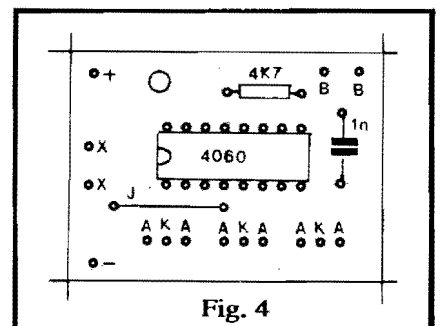

Fig. 4
- **FIG. 4** - "Chapeado" da montagem, ou seja: a placa, agora vista pelo lado **não cobreado**, já com todos os (poucos...) componentes devidamente posicionados. **ATENÇÃO** à posição do Integrado, referenciada pela marquilha existente em uma das suas extremidades (uma consulta prévia ao TABELÃO APE, outro importante encarte permanente da nossa Revista, ajudará muito a eliminar dúvidas puramente "visuais"...). Observar ainda a presença de um **jumper** (pedaço simples de fio, interligando dois furos da placa), codificado na figura como "J", e que **não pode** ser "esquecido" (o circuito **não funcionará** sem ele...). Alguns códigos estão atribuídos às ilhas periféricas (junto às bordas da placa), justamente destinadas às conexões externas, que serão detalhadas a seguir... Lembrar que o corte das sobras de terminais e pontas de fio, pelo lado cobreado da placa, deve ser precedido de uma cuidadosa verificação em **tudo** (posições, qualidade dos pontos de solda, etc.).